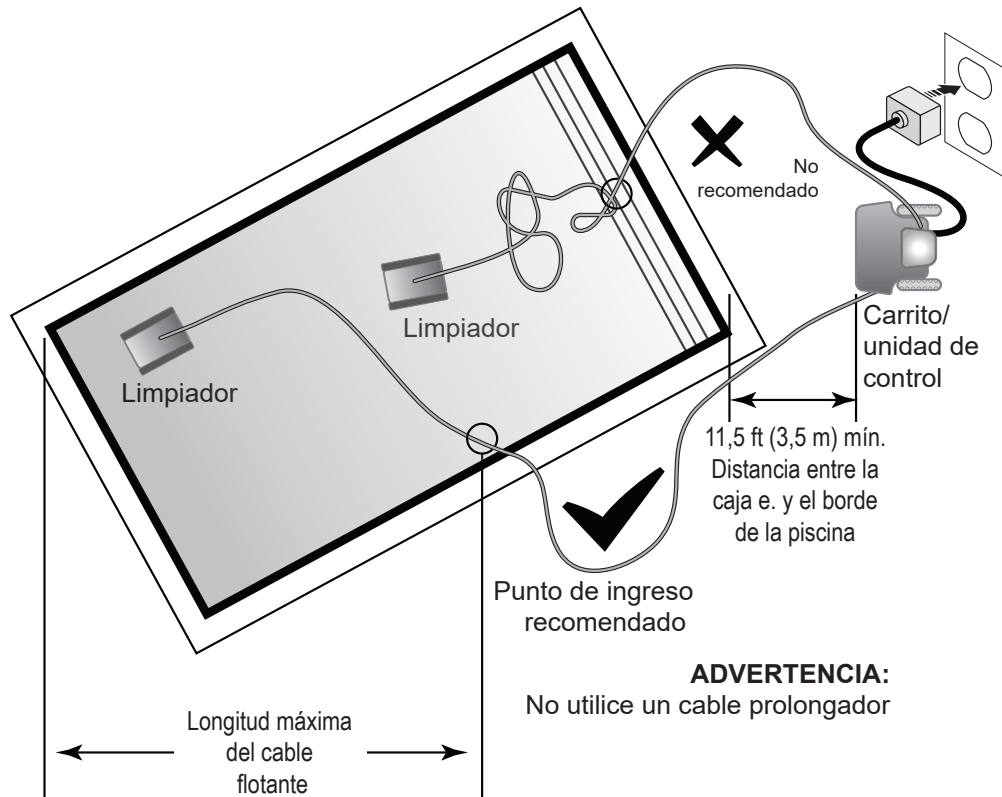

Figura 7. Punto de ingreso a la piscina para una trayectoria óptima
4. Coloque en el agua solo la cantidad de cable flotante necesaria para alcanzar el extremo opuesto de su piscina desde el punto medio. Extienda el cable flotante y compruebe que no esté enredado o retorcido (Figura 7).